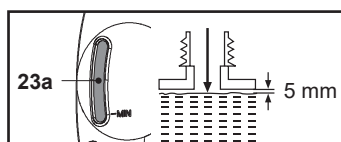

Fig. 14
4. Nu umple cu ulei mai jos de marcajul „MIN” de pe fereastra pentru nivelul de ulei (23a), dar nici excesiv, ci lasă circa 5 mm de spațiu între nivelul uleiului și marginea interioară a rezervorului, pentru a permite dilatarea (fig. 14).
5. Verifică fereastra pentru nivelul de ulei (23a) înainte de pornire și periodic în timpul operării. Uple din nou cu ulei când nivelul este aproape de baza ferestrei (23a) (fig. 14).
6. Șterge cu o cârpă moale lubrifiantul vărsat și pune la loc bușonul rezervorului de ulei (23).